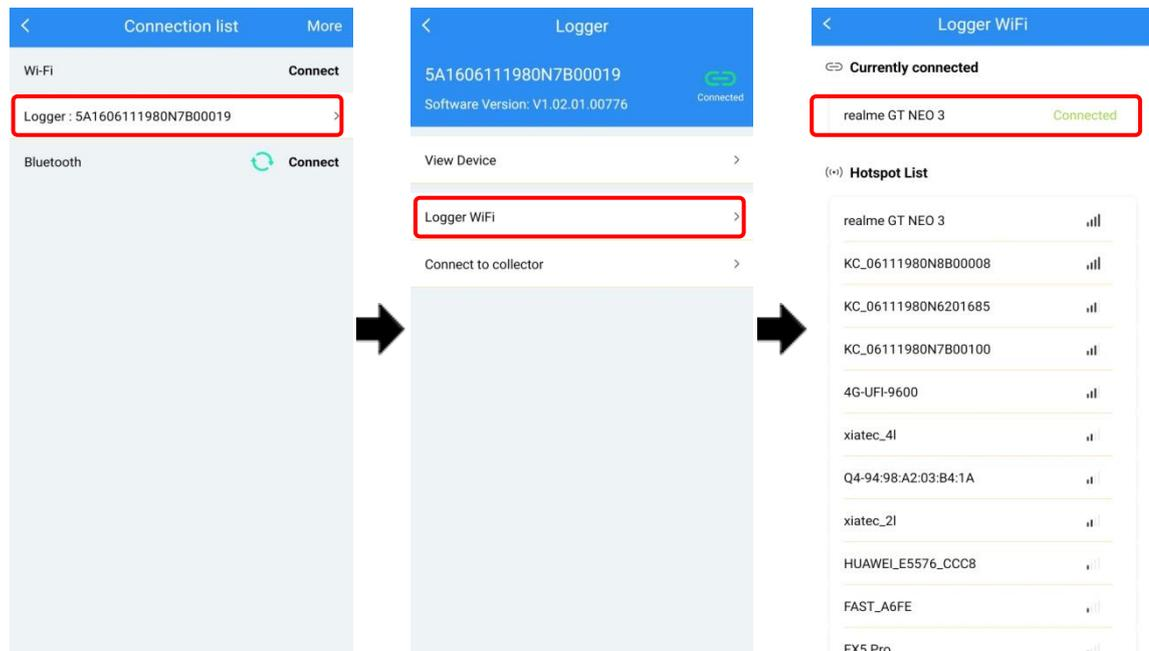

Figura 4-7 Configurare la rete Wi-Fi
- Fase 9 Fare clic sul numero di serie del dispositivo per accedere alla pagina, come illustrato in Figura 4-7. Fare clic su **Dispositivo di accesso Wi-Fi(Logger WiFi)**, selezionare una rete Wi-Fi disponibile nell'**elenco degli hotspot(Hotpot list)**, quando richiesto. **Una volta effettuata la connessione alla rete Wi-Fi(WiFi connecting successful)**, fare clic su OK. A questo punto, la rete Wi-Fi attualmente connessa dovrebbe esser visualizzata come **Connessa(Connected)**.